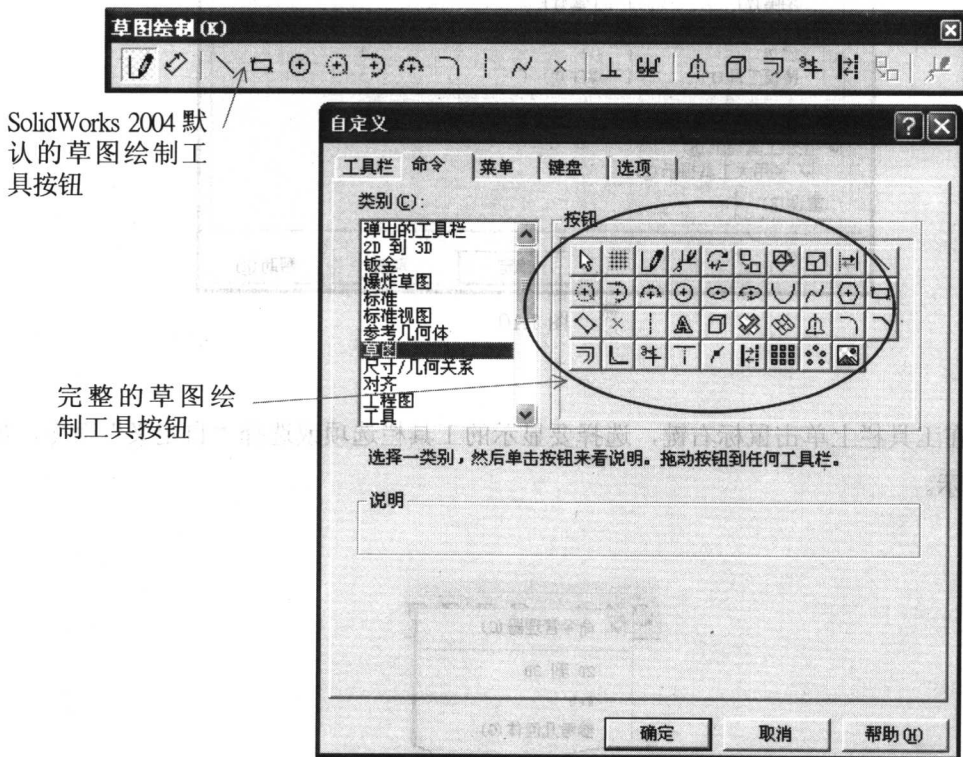

图 1.12
应该注意的是，并非每一个工具栏都包含它应有的全部图标，SolidWorks 2004 只把常用的图标放在对应的工具栏上，而有时候我们需要“常用”某一个图标，但工具栏上却没有，怎么办呢？笔者将在下一节中进行说明。图 1.12 显示出默认的草图绘制工具与完整的草图绘制工具。
(1) 选择对话框中的“命令”选项卡（见图 1.12）。